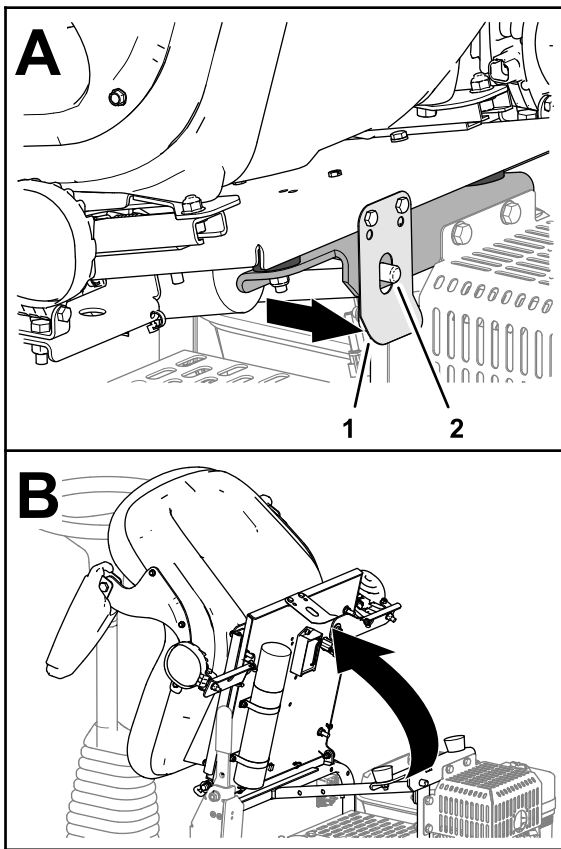

图 24
1. 向后拉动座椅门锁直至其脱离座椅门锁销 图 24。
2. 向前倾斜座椅 图 24。